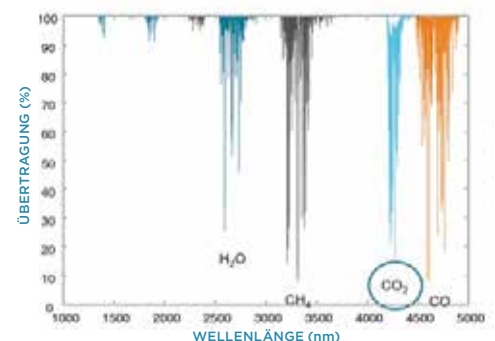

Abbildung 1. IR-Absorption von CO₂ und einigen anderen Gasen.
Kohlendioxid und andere Gase, die aus zwei oder mehreren unterschiedlichen Atomen bestehen, absorbieren Infrarotstrahlung (IR) auf charakteristische und einzigartige Weise. Diese Gase sind mit IR-Geräten nachweisbar. Wasserdampf, Methan, Kohlendioxid und Kohlenmonoxid sind Gase, die mit einem IR-Sensor gemessen werden können. Ihre charakteristischen Absorptionsbanden werden in **Abbildung 1** gezeigt.